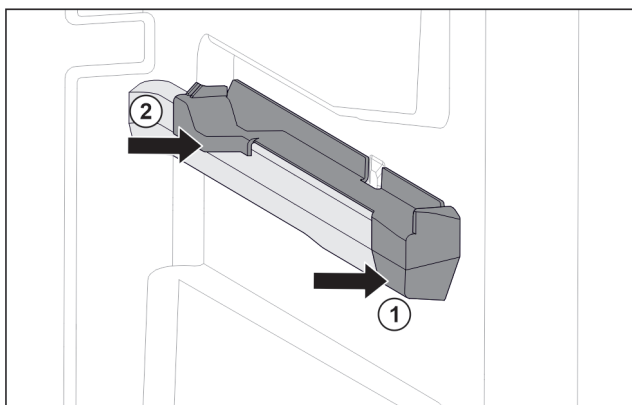

Fig. 119 Insteekelement op rechter containerrib
- ▶ Insteekelement voor tegen containerrib plaatsen. Fig. 119 (1)
- ▶ Insteekelement achter aandrukken. Fig. 119 (2)